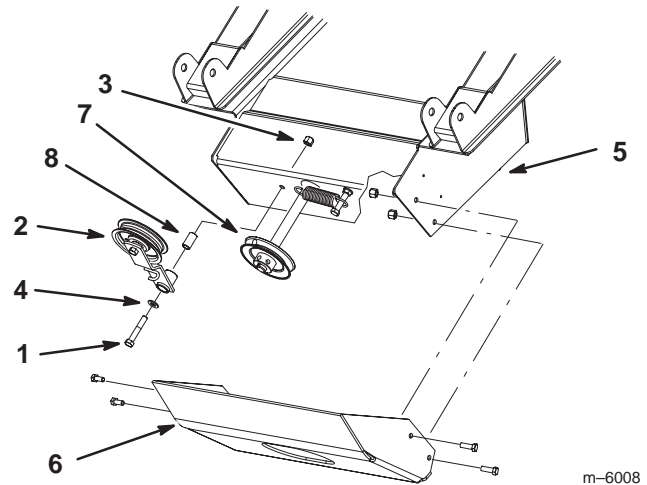

Bild 18
1. Nehmen Sie die vier Schrauben am Rutschblech ab (Bild 18).
2. Nehmen Sie das Rutschblech ab (Bild 18). Dies vereinfacht die Montage des Graskollektorriemens.
3. Nehmen Sie die Schraube, die Scheibe, das Distanzstück und die Sicherungsmutter vom Spannscheibenarm ab (Bild 18).
4. Montieren Sie den Spannscheibenarm mit der vorher abgenommenen Schraube, der Scheibe, dem Distanzstück und der Sicherungsmutter am Graskollektor (Bild 18).
7. Montieren Sie das Rutschblech (Bild 18).